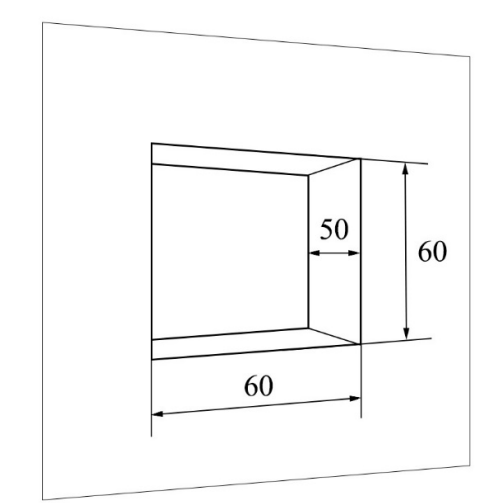

Рисунок 2 – Отверстие для размещения кабелей
2.2.1. В месте установки крепления вырезать отверстие ($B \times Ш \times Г = 60 \times 60 \times 50$ мм) для размещения кабелей (рисунок 2).
2.3.2. Подключить вызывную панель RV-3434 (алгоритм подключения описан в руководстве по эксплуатации для вызывной панели). Вызывную панель вставить в монтажные пазы крепления (рисунок 2), чтобы выступы крепления вошли под крепежную пластину панели. Четырьмя винтами ISO M3×10 из комплекта поставки прикрутить панель к креплению с помощью отвертки Torx t10.